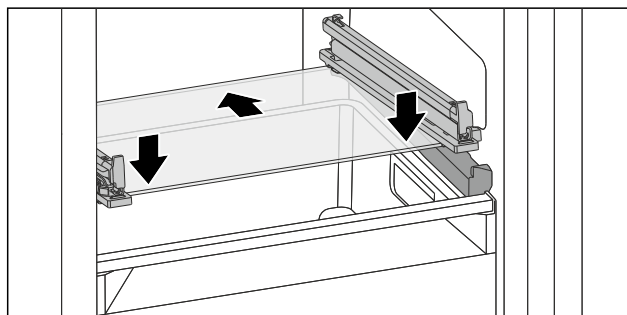

Fig. 200 Glasplatte des abklippbaren Schubfachs
- ▶ Glasplatte schräg hinter den Stoppn aufsetzen. (siehe Fig. 200)